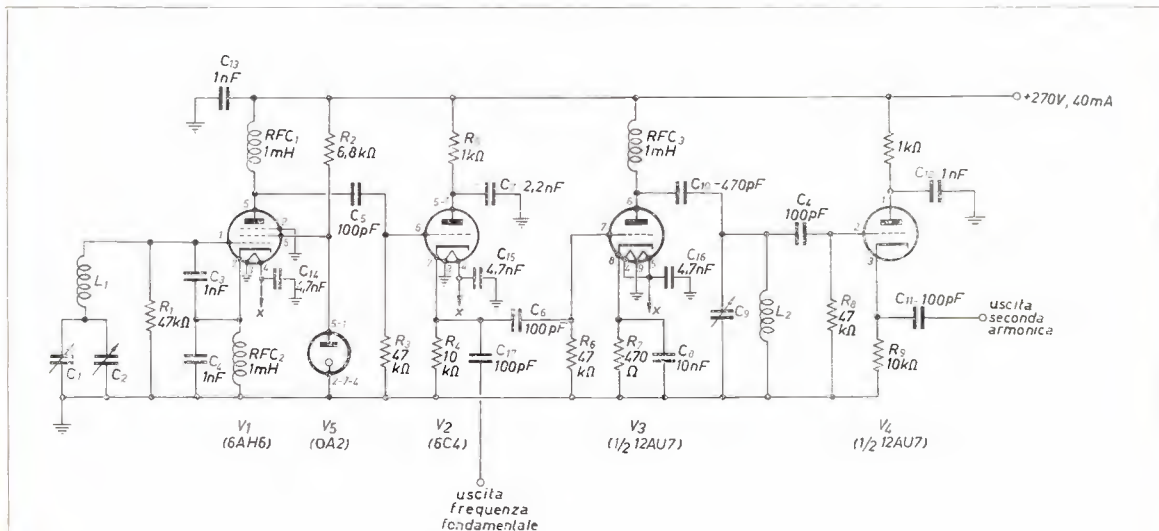

figura 2
Osservando lo schema di figura 2 possiamo notare che il circuito dell'oscillatore (V_1) è di tipo Clapp. È stato scelto questo circuito in quanto permette di realizzare notevoli stabilità in frequenza.
Infatti la capacità griglia-catodo di V_1 (10 pF) variando in funzione della tensione di griglia controllo e del carico applicato a V_1 stesso è una causa di instabilità. Come si vede dal circuito di figura 2 questa capacità è shuntata da C_3 (1000 pF) che avendo un valore 100 volte più grande ne neutralizza gli effetti.
Continuando nell'osservazione dello schema elettrico di figura 2 si può notare che l'oscillatore è seguito da un ripetitore catodico (V_2) tramite C_5 sul cui catodo è prelevabile il segnale proveniente dall'oscillatore stesso su un'impedenza di circa 500 Ω.
- 2) Previa accensione dei filamenti e dell'alimentazione anodica regolare C_2 (figura 2) per la massima capacità.